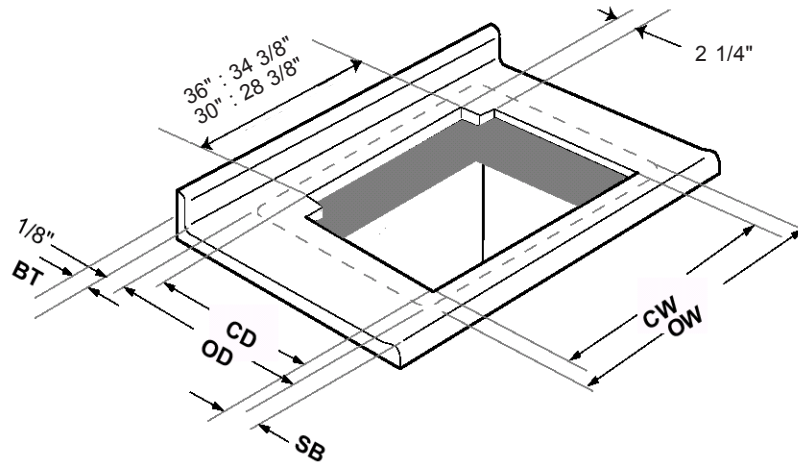

Figura 8
B. INSTALACIÓN CON PARRILLA DE OTRA MARCA (Figura 8)
Ver la Figura 8 para anchos del recorte DHD y las definiciones de las dimensiones.
6. Cortar la cubierta utilizando dimensiones: CD, CW y SB como se definen en la Figura 8.